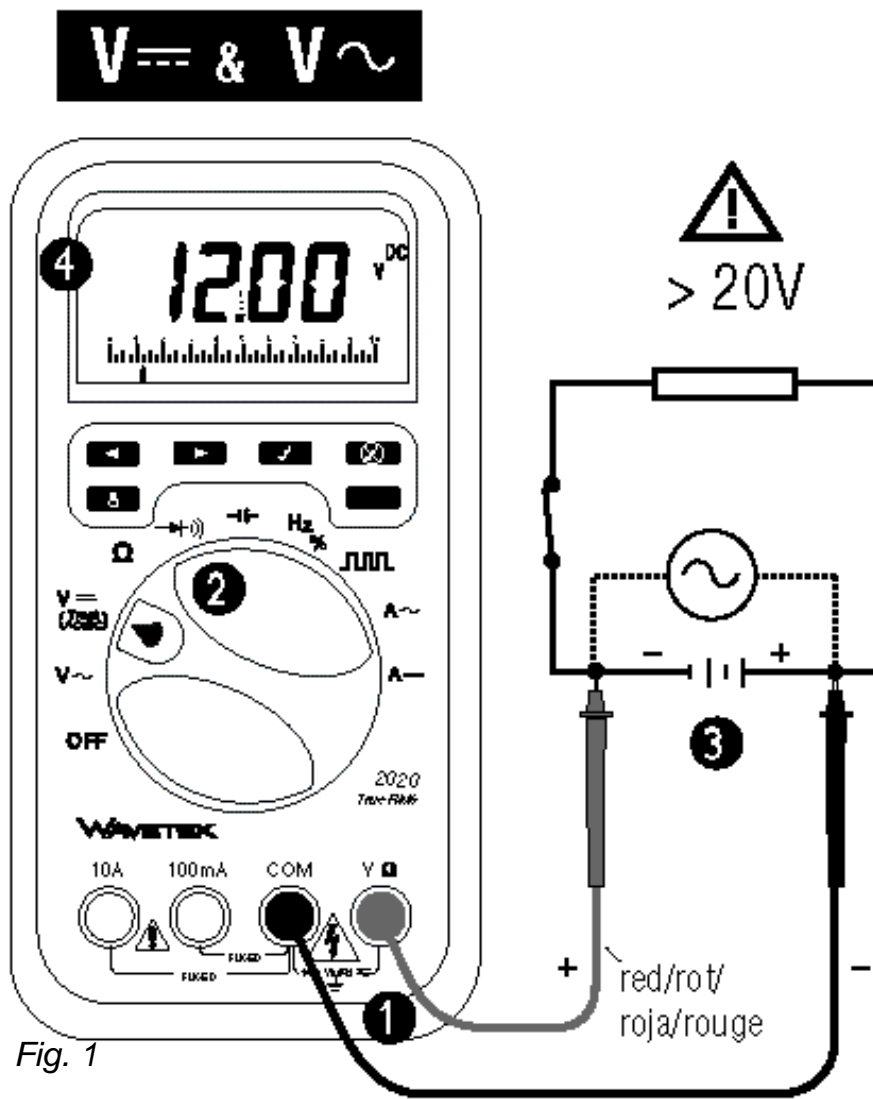

Fig. 1
DC AND AC VOLTAGE MEASUREMENT (See Fig. 1)
① Connect test leads as shown in figure 1. ② Turn function selector switch to $V\sim$ or $V=$. ③ Touch Probe tips across voltage source (in parallel with circuit). ④ Voltage value will appear on Digital Display along with the voltage polarity (for DC).
True RMS (AC + DC) Measurements: ① Connect test leads as shown in figure 1. ② Turn function selector switch to $V=$. Press second function key  to activate true RMS (AC + DC). The AC and DC symbols are displayed. ③ Continue as under step 3 above. The meter range locks for highest AC signal input. If the voltage is too high (OL displayed), select  and up range until a reading appears (see Menu Functions).
D • Gleich- und Wechselspannungsmessung (siehe Fig. 1)
E • Medidas de tensión CC y CA (vea Fig. 1)
True RMS (AC + DC) Measurements: ① Connect test leads as shown in figure 1. ② Turn function selector switch to $V_{=}$. Press second function key  to activate true RMS (AC + DC). The AC and DC symbols are displayed. ③ Continue as under step 3 above. The meter range locks for highest AC signal input. If the voltage is too high (OL displayed), select  **RNG** and up range until a reading appears (see Menu Functions).
F • Mesure de Tensions CC et CA (voir fig. 1)
① Connectez les câbles comme indiqué en figure 1. ② Placez le sélecteur sur VDC ($V_{=}$) ou VAC (V_{\sim}). ③ Connectez les pointes de touche au circuit – en parallèle avec la source de tension. ④ Lisez la valeur.
Mesure efficace vraie: Les modèles 2020 et 2030 sont des instruments à mesure efficace vraie avec couplage CA. Ils mesurent la valeur efficace vraie également de formes d'onde déformées en tension et en courant CA. La figure 1 montre l'évolution du facteur crête. Le facteur crête est la valeur crête divisée par la valeur efficace.
Mesure Efficace Vraie (CA + CC): ❶ Connectez les câbles comme indiqué en figure 1. ❷ Placez le sélecteur sur V_{RMS} . Pressez la seconde touche de fonction  pour activer la mesure efficace vraie (CA + CC). Les symboles AC (CA) et DC (CC) sont affichés. ❸ Continuez comme sous le point 3 plus haut. L'instrument bloque la gamme correspondante à la plus haute valeur d'entrée. Si, par la suite, la valeur d'entrée excède cette gamme (OL affiché), choisissez une gamme plus élevée avec la fonction  du menu (voir Fonctions de Menu, page xx).
True RMS (AC + DC) Measurements: ❶ Connect test leads as shown in figure 1. ❷ Turn function selector switch to A_{RMS} . Press second function key  to activate true RMS (AC + DC). The AC and DC symbols are displayed. ❸ Continue as under step 3 above. The meter range locks for highest AC signal input. If the current is too high (OL displayed), select  and up range until a reading appears (see Menu Functions). Eventually change from mA to A input (disconnect meter first).
True RMS (AC + DC) Measurements: ❶ Connect test leads as shown in figure 1. ❷ Turn function selector switch to A \equiv . Press second function key  to activate true RMS (AC + DC). The AC and DC symbols are displayed. ❸ Continue as under step 3 above. The meter range locks for highest AC signal input. If the current is too high (OL displayed), select  **RNG** and up range until a reading appears (see Menu Functions). Eventually change from mA to A input (disconnect meter first).
Mesure Efficace Vraie (CA + CC): ① Connectez les câbles comme indiqué en figure 1. ② Placez le sélecteur sur A $\overline{=}$. Pressez la seconde touche de fonction \blacksquare pour activer la mesure efficace vraie (CA + CC). Les symboles AC (CA) et DC (CC) sont affichés. ③ Continuez comme sous le point 3 plus haut. L'instrument bloque la gamme correspondante à la plus haute valeur d'entrée. Si, par la suite, la valeur d'entrée excède cette gamme (OL affiché), choisissez une gamme plus élevée avec la fonction \checkmark RNG du menu (voir Fonctions de Menu, page xx). Changez éventuellement de l'entrée 100mA vers l'entrée 10A (en déconnectant d'abord l'appareil).